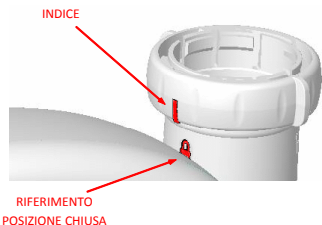

Fig. 8
5. Completare l'installazione ruotando la ghiera in senso orario, usando l'apposita chiave di plastica (se fornita), finché il riferimento è allineato al simbolo del lucchetto chiuso (Fig. 8).